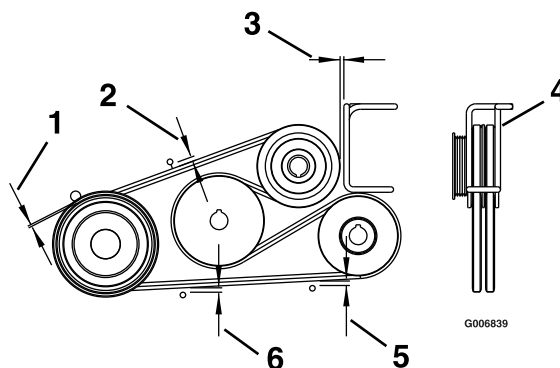

Figura 58
4. Ajuste las guías de las correas según lo indicado en Figura 58.